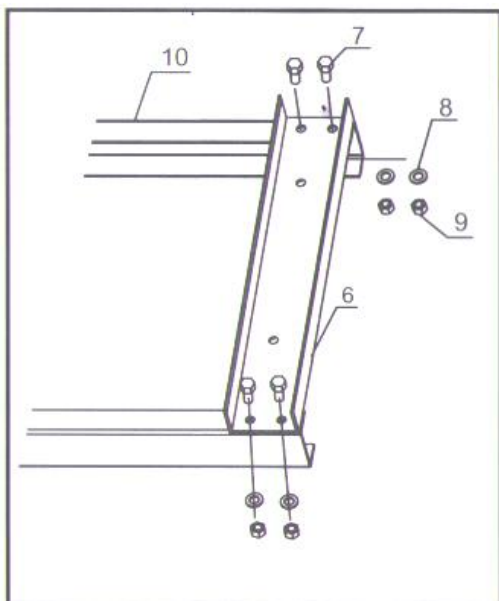

Рис.1
2. Расположите стойки рамы пресса (10) на устойчивой, плоской и ровной поверхности пола. Совместите отверстия в верхней поперечине (6) с отверстиями в верхней части стоек рамы (10) и закрепите соединения болтами (7), с шайбами (8) и гайками (9). См. рис. 1.